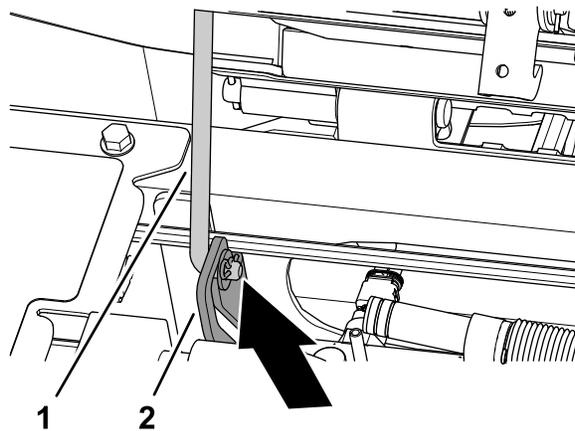

Figura 98
3. Asegúrese de que la varilla de sujeción delantera está asentada en la ranura de retención del soporte del asiento (Figura 98).